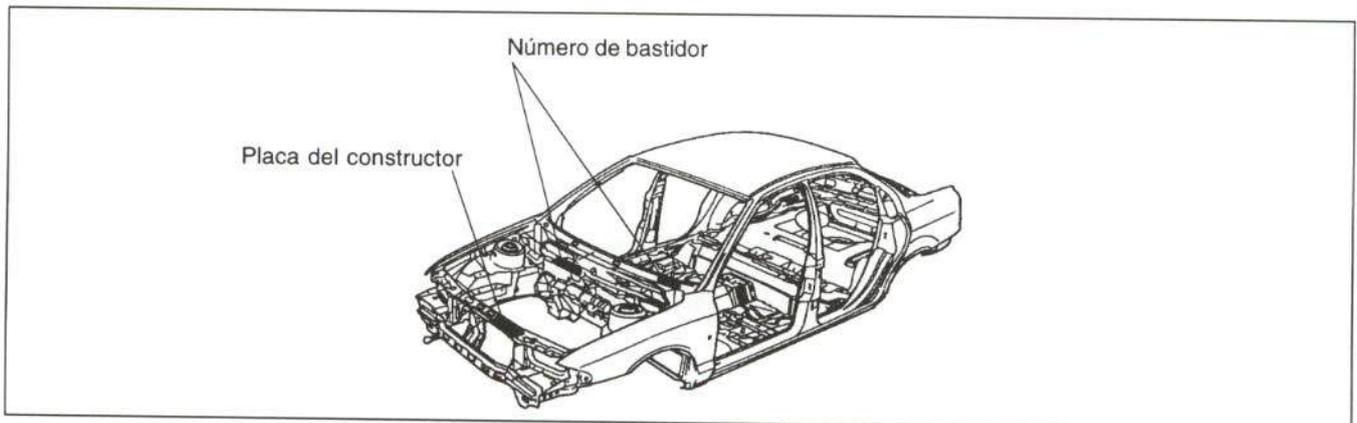

Figura 1.- Situación de las placas de identificación del vehículo
Las características que identifican al vehículo se recogen, debidamente codificadas, en distintas placas situadas en el vehículo (figura 1).
• **El número de bastidor** se encuentra troquelado en el piso maletero, junto al asiento delantero derecho (figura 1), y en la parte izquierda del cuadro de mandos, siendo visible este último desde el exterior del vehículo. Consta de diecisiete caracteres alfanuméricos (números y letras), que se detallan a continuación:
• La placa del constructor se encuentra remachada en la travesía superior del hueco motor (figura 1).